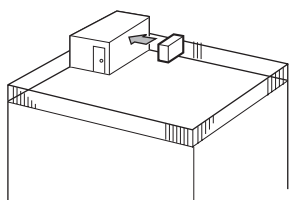

Fig. 2-2
- ① Richt de luchtuitlaat naar de dichtstbijzijnde muur, op ongeveer 50 cm van de muur. (Fig. 2-2)